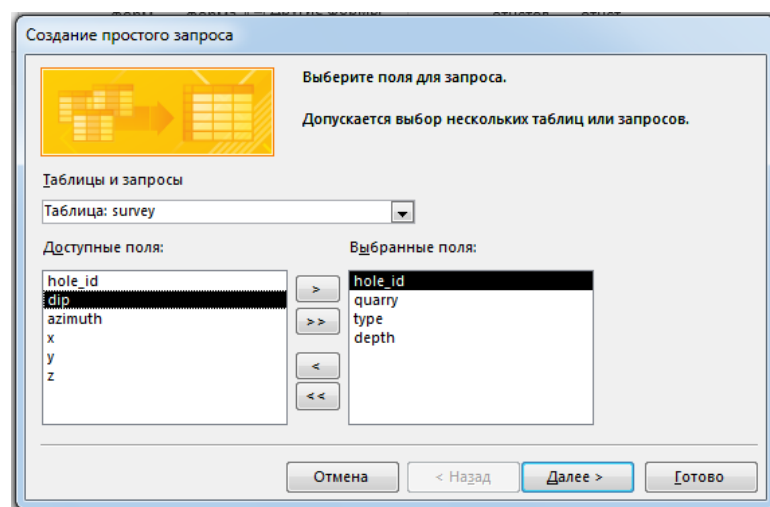

Рис. 29. Вибір полів для детального запиту
4. Зі списку **Таблицы и запросы** вибрати таблицю *survey*, а її поле *depth* перемістити у список **Выбранные поля** (рис. 29).